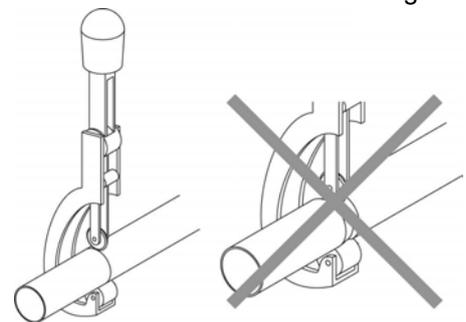

Fig.28
**IMPORTANTE:** effettuare il taglio esclusivamente con un tagliatubi a rotella (fig. 28) stringendo a piccoli intervalli per non schiacciare il tubo.